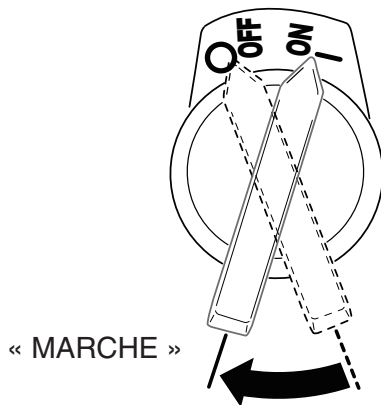

Figure 11. Commutateur Marche/arrêt du moteur
2. Mettre le commutateur de marche/arrêt (Figure 11) du moteur dans la position de marche **ON**.